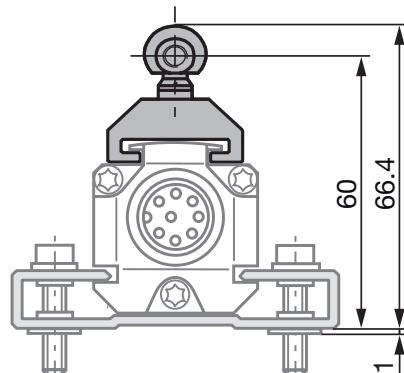
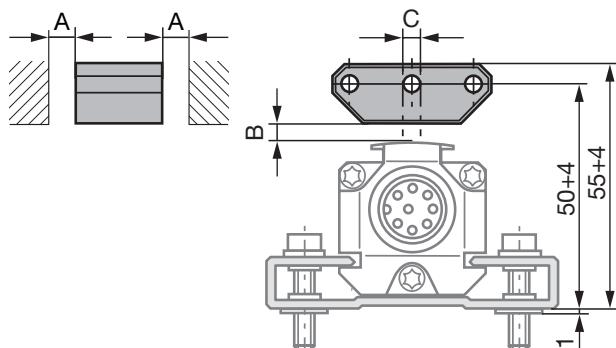

Fig. 4-1 : Dimensions et distances pour le capteur de position BTL5-F-2814-1S
Fig. 4-4 : Dimensions et distances pour le capteur de position BTL5-P-3800-2
- i** Le capteur de déplacement Micropulse à construction profilée convient aussi bien aux capteurs de position libres, c'est-à-dire fonctionnant sans contact (voir figures 4-4 à 4-8) qu'aux capteurs de position guidés (voir figures 4-1 et 4-3).
- La distance A entre le capteur de position et les éléments en matériau magnétisable doit être au minimum de 10 mm (voir figures 4-4 à 4-8).
- Pour la distance B entre les capteurs de position et de déplacement et pour le déport de l'axe C (voir figures 4-4 à 4-8), les valeurs suivantes doivent être respectées :